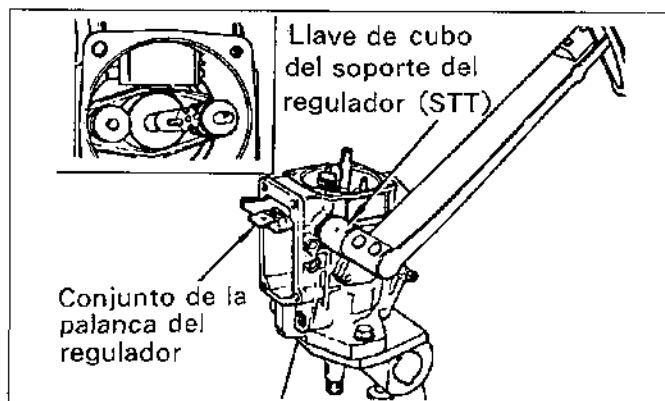

Figura.14-33 Instalación de la palanca del regulador
2. Asegúrese de que el pasador de la bola de la palanca del regulador se acopla correctamente en el receptáculo del anillo de rebose. (Vea la figura.14-33)